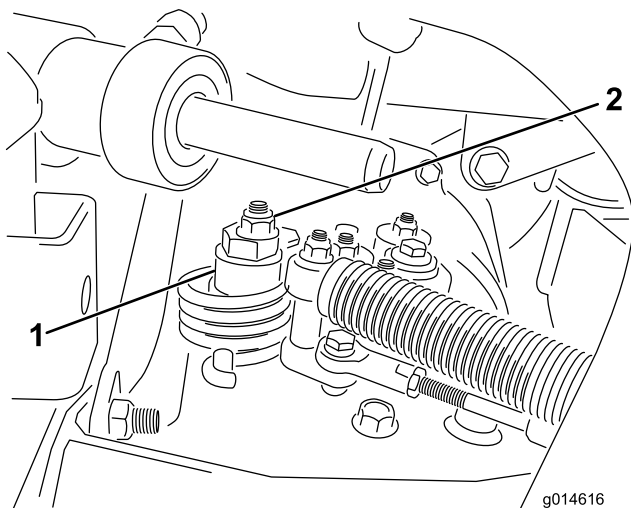

Figura 53
- A. Liberte a porca que fixa o disco excêntrico ao cimo do hidróstato (Figura 53).
- C. Rode o disco excêntrico até eliminar a deslocação em qualquer um dos sentidos. Quando a roda deixar de rodar, aperte a porca, bloqueando deste modo o disco excêntrico e fixando a posição de ajuste (Figura 53). Verifique se o ajuste é o adequado colocando o regulador nas posições SLOW e FAST.